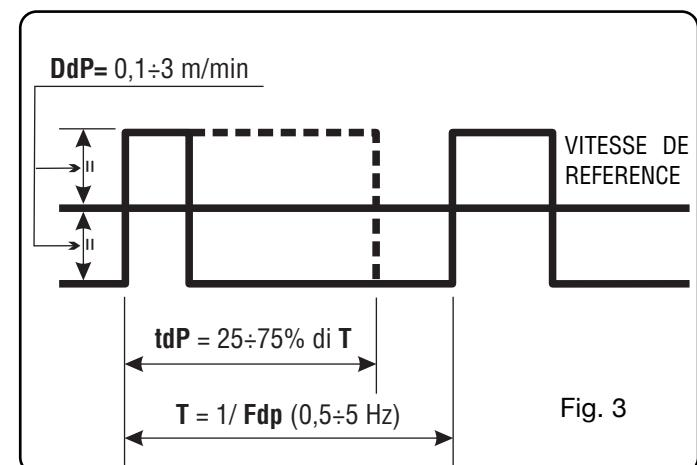

Fig. 3
**D)** Tourner le bouchon réservoir **AI** jusqu'à quand le sigle **tdP** est affiche. Cette valeur est la durée de la vitesse de fil la plus élevée, c'-à-d. le courant le plus élevé. Cette valeur est exprimée en pourcentage du temps obtenu de la fréquence **Fdp** ( Voir figure 3).